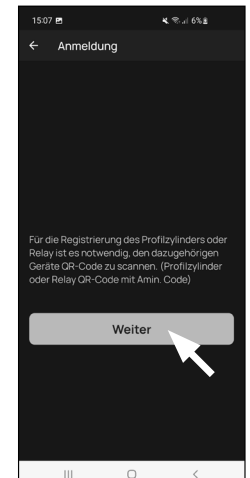

Abb. 4
- 4 Tippen Sie auf „*Weiter*“ (Abb. 4). Ggf. werden Sie aufgefordert, den Zugriff der App auf die Kamera zu bestätigen.